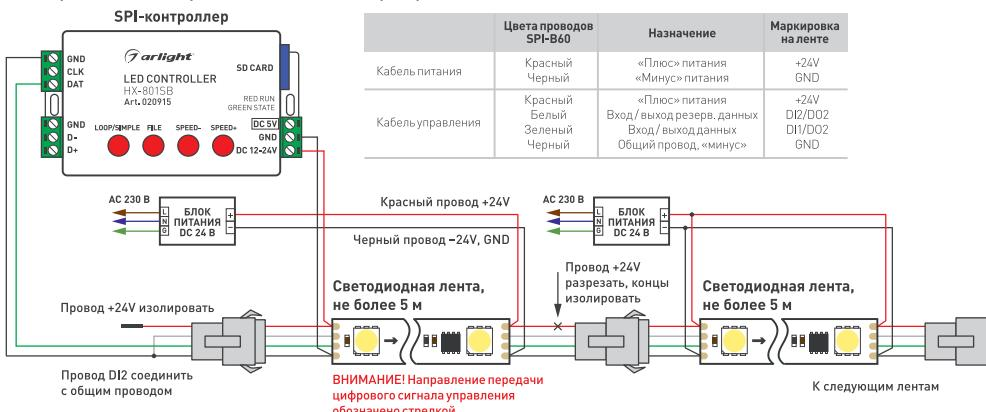

Рис. 1. Схема подключения ленты с использованием SPI-контроллера с одним выходным портом и с использованием разделенных блоков питания.
- ↗ Подключите ленту в соответствии со схемой (рис. 1). Соблюдайте полярность подключения и направление передачи сигнала (вход / выход). Обращайте внимание на маркировку, нанесенную на печатную плату, и на цвета соединительных проводов.
- ✓ Подключите ленту согласно схеме (рис. 1).